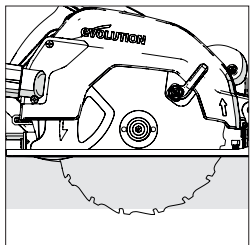

Fig. 12
- In molti casi la profondità di taglio deve essere regolata alla stessa altezza dello spessore del materiale da tagliare più la metà della altezza di un dente della sega (dalla sua punta alla radice). (Fig.12)